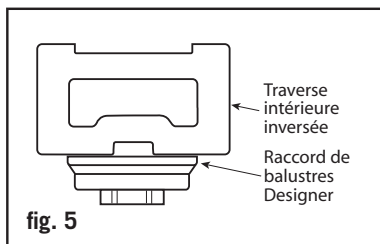
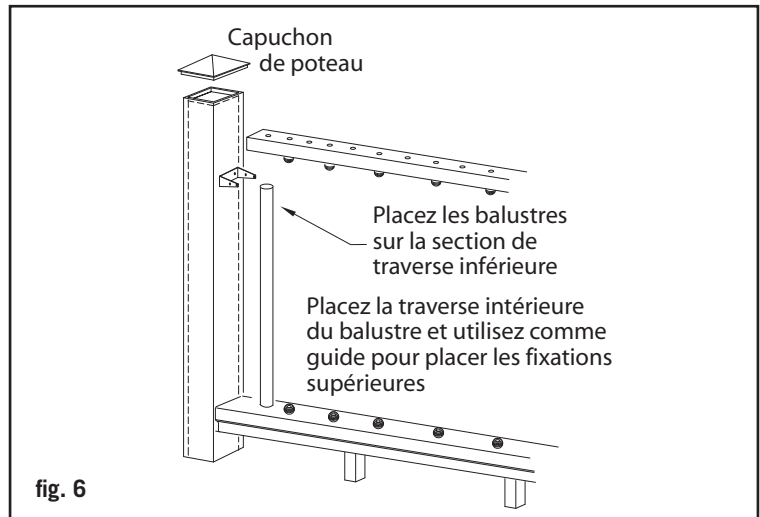

fig. 5
fig. 6
Étape 12 : Important : en utilisant les raccords de balustre Deckorators Designer (Estate et Classic), la traverse intérieure supérieure doit être inversée (fig. 5). Utilisez un adhésif extérieur sous les raccords de balustre Designer pour éviter que les balustres pivotent. Installez les raccords de balustre sous la traverse intérieure supérieure (fig. 6). Installez la traverse sur les balustres, frappez délicatement la traverse pour retirer tous écarts. Installez la traverse intérieure aux fixations en pré-perçant huit trous de 1/8 po à chaque trou de fixation et dans la traverse intérieure. Attachez la traverse à la fixation en utilisant huit vis à tête fraisée de 1 po.